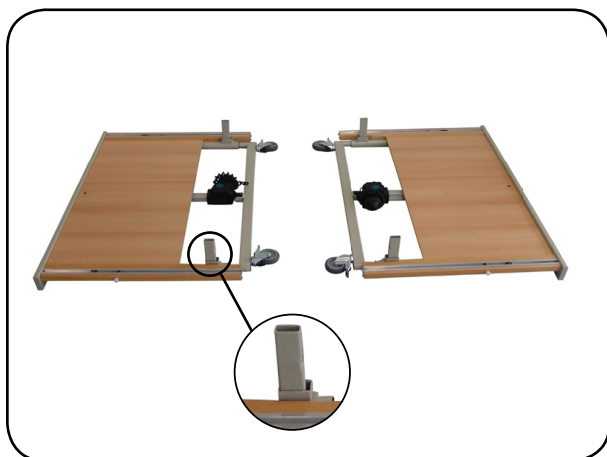

Abb. 6.1.01 - Stellteile
1. Stellen Sie die Laufrollen (siehe Kapitel Bedienung Abschnitt **Laufrollen**) parallel zum Stellteil fest und legen Sie die Stellteile mit den Steckrohren nach oben flach auf den Boden (Abbildung 6.1.01).